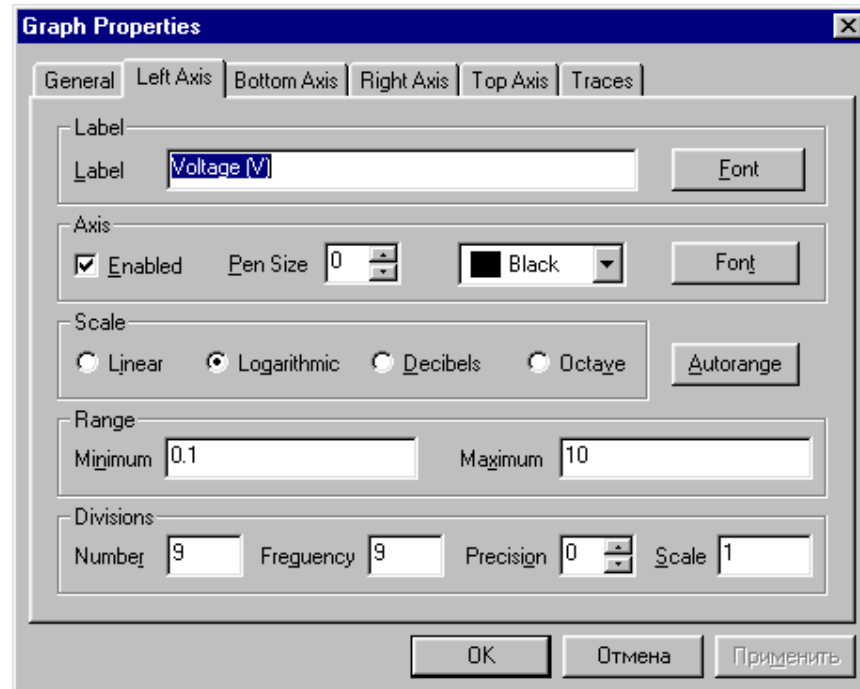

Рис. 37. Диалоговое окно оформления результатов моделирования
При выборе заставки *Left Axis* диалоговое окно оформления результатов моделирования имеет вид, показанный на рис. 37.
- *Y Range* – выбор оформления для оси Y, аналогичного выбранному на закладке *Left Axis* (рис. 37) или *Right Axis*;